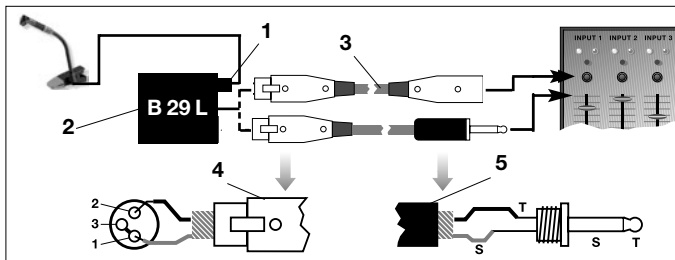

Abb. 3: Anschluss-Schema mit B 29 L
Siehe Abb. 3. Der Stecker (1) verriegelt sich automatisch.
Siehe Abb. 3.